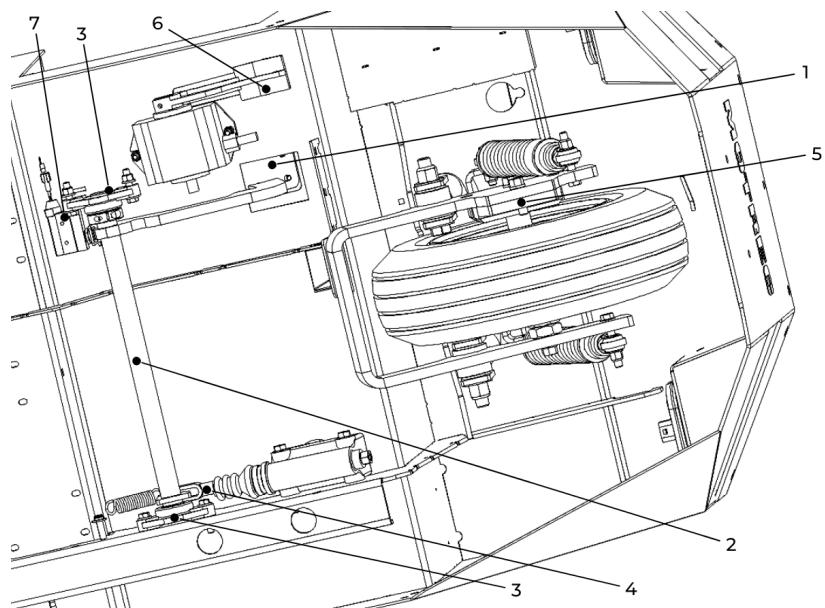

Figure 8. Système de freinage.
Lorsque le conducteur appuie sur la pédale de frein (1), la force est transmise par l'ensemble (2) qui tourne autour les paliers à bride (3). Ces paliers permettent un mouvement fluide de la pédale tout en assurant sa stabilité et son maintien. Cette force est ensuite transférée au maître-cylindre de frein (4), qui l'amplifie grâce à la pression hydraulique. La pression est ensuite transmise par le câble de frein (pas illustré dans la figure 8) aux étriers de frein (5) situés au niveau des roues arrière. Lorsque le conducteur actionne les freins, le câble de frein tire sur les étriers, ce qui a pour effet d'engager les plaquettes de frein dans les tambours de frein. Le frottement entre les plaquettes et les pièces en rotation génère une résistance qui réduit progressivement la rotation des roues avant. Ce processus permet au conducteur de contrôler la vitesse du véhicule et de l'arrêter en